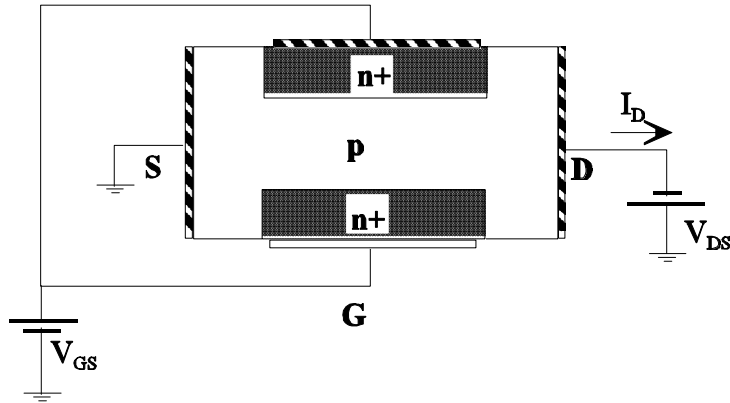

Figura 2.9 Condiciones de polarización para transistores JFET canal *p*.
En el caso de transistores canal  $p$ , las expresiones de las corrientes antes y después de alcanzar el estrangulamiento del canal coinciden con las <2.20> y <2.21>, sin más que sustituir en ellas los valores de  $\mu_n$  por  $\mu_p$  y  $N_D$  por  $N_A$  e incluir un signo menos delante de la expresión de  $I_D$  ya que el sentido de la corriente es de fuente (S) a drenador (D) (ver figura 2.9).